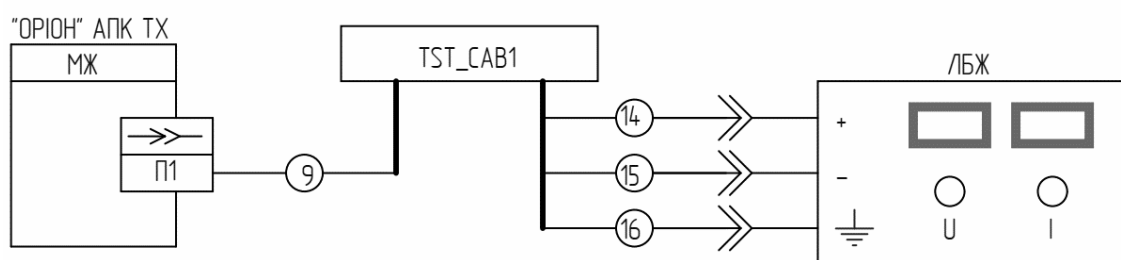

Рисунок 8.8.1 – Підключення ПРД до ЛБЖ
- 2) Підключити «ОРИОН» АПК ТХ до ЛБЖ з допомогою тестових кабелів «TST_CAB1» (див. рисунок 8.8.1);